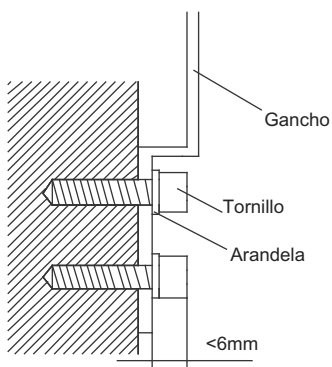

Fig.42-7
4. Fije el gancho con un tornillo en la pared (Vea Fig. 42-7)